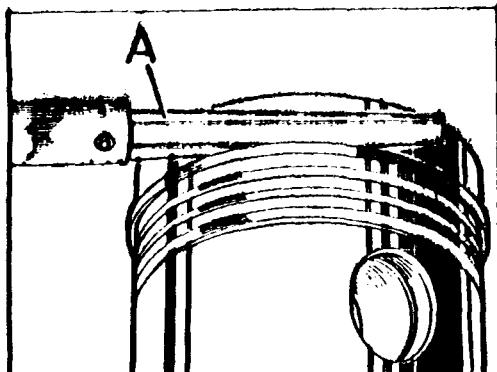

Fig. A3-91 Comprobación del juego de los segmentos en sus carrioles de pistones
- 3.2. La comprobación del juego de los segmentos en sus gargantas se hará en la forma que se indica en la Fig. A3-91. Montar los dos segmentos de compresión con el lado que lleva grabada la palabra "TOP" hacia la parte superior. El segmento de engrase puede colocarse indistintamente en las dos posiciones, igual que el cromado.